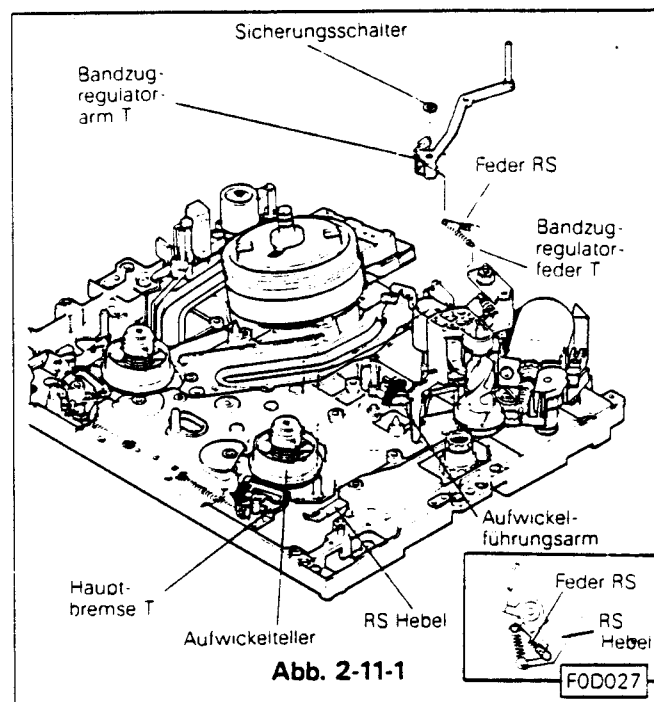

Abb. 2-11-1
2-11-1 Ausbau (siehe Abb. 2-11-1)
- N. Die Bandzugregulator-Feder T und die Feder RS am Regulatorarm T und Habel RS auf der Oberseite des Decks befestigen. (Siehe Abb. 2-11-1)